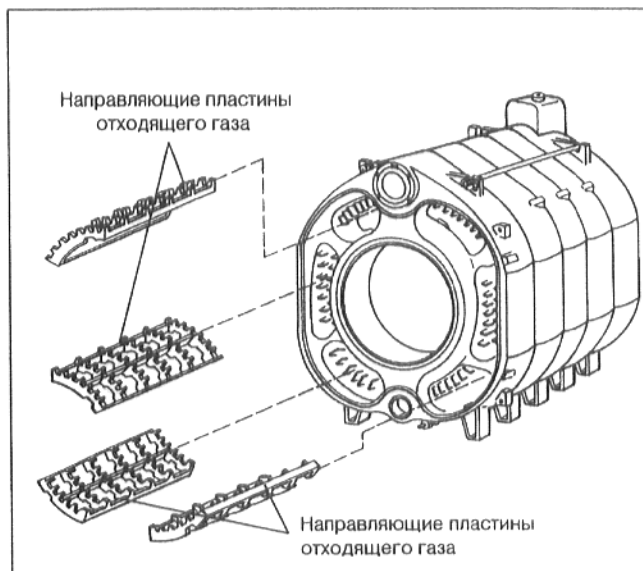

рис. 21
- Вставить направляющие пластины отходящего газа в дымоходы отходящего газа согласно отлитому обозначению (рис. 21).